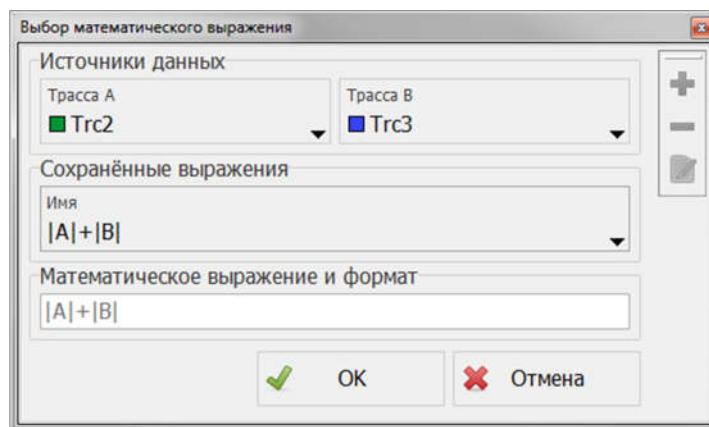

Рисунок 2.97 – Окно «Выбор математического выражения»
2.3.2.7.27 Чтобы создать математическую трассу, следует в меню диаграммы выбрать соответствующий пункт или нажать комбинацию клавиш «Ctrl+M». Далее, используя пункт меню «Настройка выражения...» созданной трассы (рисунок 2.47), открыть окно настройки операндов и математической операции над ними (рисунок 2.97).